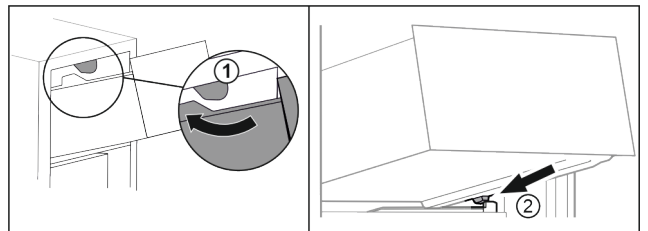

Fig. 102
- ▶ Schubfach um die oberen Stopper herumführen. Fig. 102 (1)
- ▶ Schubfach schräg hinter den unteren Stoppern auf Behälterrippe aufsetzen. Fig. 102 (2)